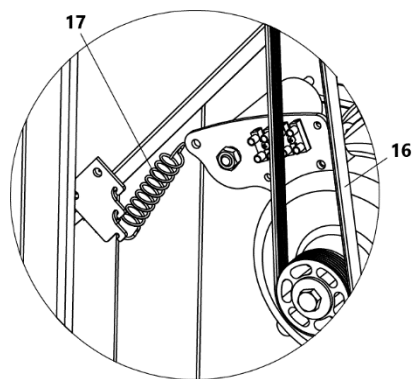

Рисунок 4 Установка пружины
- установите пружину 17 и произведите натяжку ремня 16 (рис. 4);